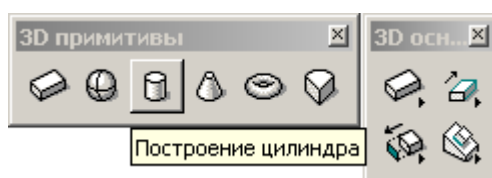

Рисунок 105
- Внутри трубы создается цилиндр (Рисунок 105) с радиусом основания 205 мм и высотой 400 мм. И атрибутами слой 59, цвет 96.
- Снизу внутри цилиндра разместить параллелепипед (Рисунок 105), с высотой 262 мм, длиной и шириной по 300 мм.